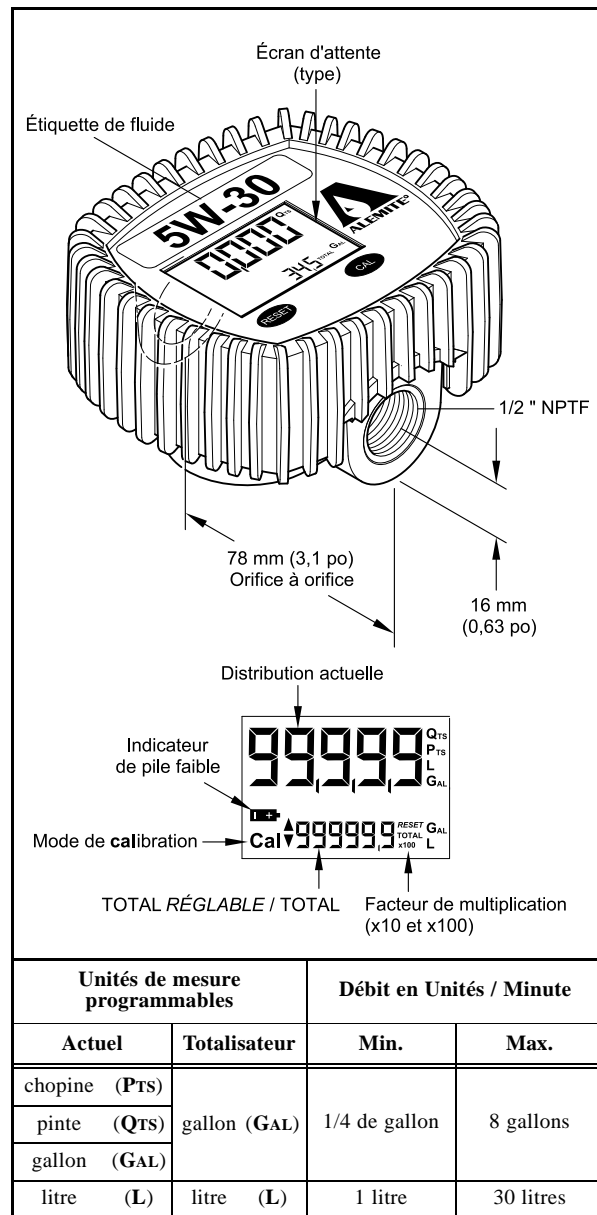

Figure 1 Compteur électronique Modèle 3679
Pour remettre à zéro la distribution actuelle et **RESET TOTAL** (total réglable), le compteur doit être en mode d'attente. Se reporter à la **Figure 1**.
*IMPORTANT : le compteur doit être en mode d'attente afin de pouvoir programmer les fonctions. Se reporter à la **figure 1**.*
- L'écran fait défiler les unités de mesure disponibles (se reporter à la **Figure 1**).
Les piles doivent être remplacées lorsque l'icône de pile apparaît dans l'affichage. Se reporter à la **Figure 1**.